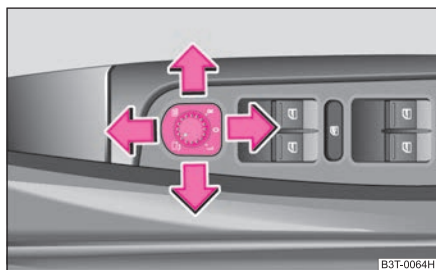

Fig. 61 Parte interior de la puerta: botón giratorio
- Gire el botón hasta la posición  ⇒ fig. 61.
Si el botón giratorio se encuentra en la posición **R** ⇒ fig. 61 y se acopla la marcha atrás, la superficie del espejo retrovisor se abatirá un poco hacia abajo. De ese modo, es posible ver el bordillo durante el aparcamiento.